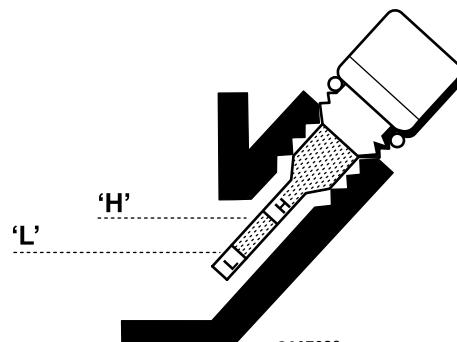

Bild 35
5. Wischen Sie den Ölpeilstab ab und setzen Sie ihn in den Einfüllstutzen ein. Drehen Sie ihn nicht in den Einfüllstutzen ein. Entfernen Sie den Peilstab und prüfen den Ölstand. Füllen Sie bei niedrigem Ölstand so viel Öl ein, dass der Stand zwischen der H- und L-Markierung an der Anzeige liegt (**Bild 35**). Prüfen Sie den Ölstand. Füllen Sie nicht zu viel ein.